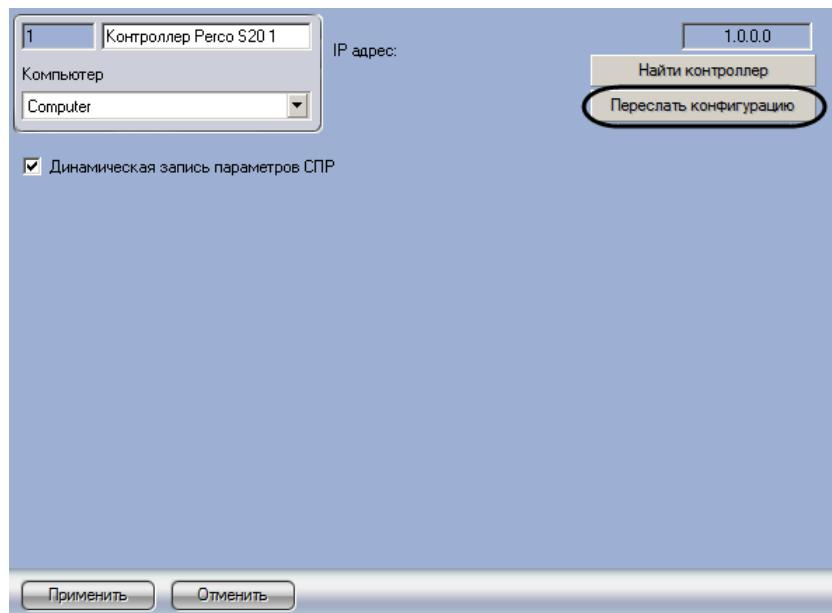

Рис. 3.4—1 Пересылка конфигурации в контроллер Perco S20
1. Перейти на панель настроек объекта **Контроллер Perco S20** (Рис. 3.4—1).
2. Нажать на кнопку **Переслать конфигурацию** (см. Рис. 3.4—1).